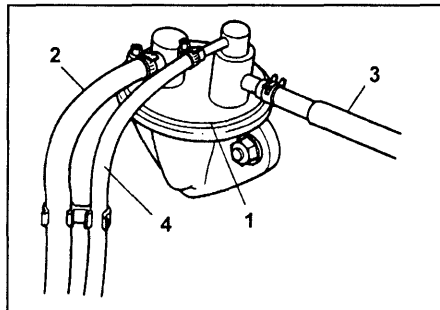

Рис. 7. Патрубки и шланги топливного насоса. 1 - топливный насос, 2 - входной шланг, 3 - выходной шланг, 4 - возвратный шланг.
- 3) Отсоедините все шланги от топливного насоса (рис. 7).